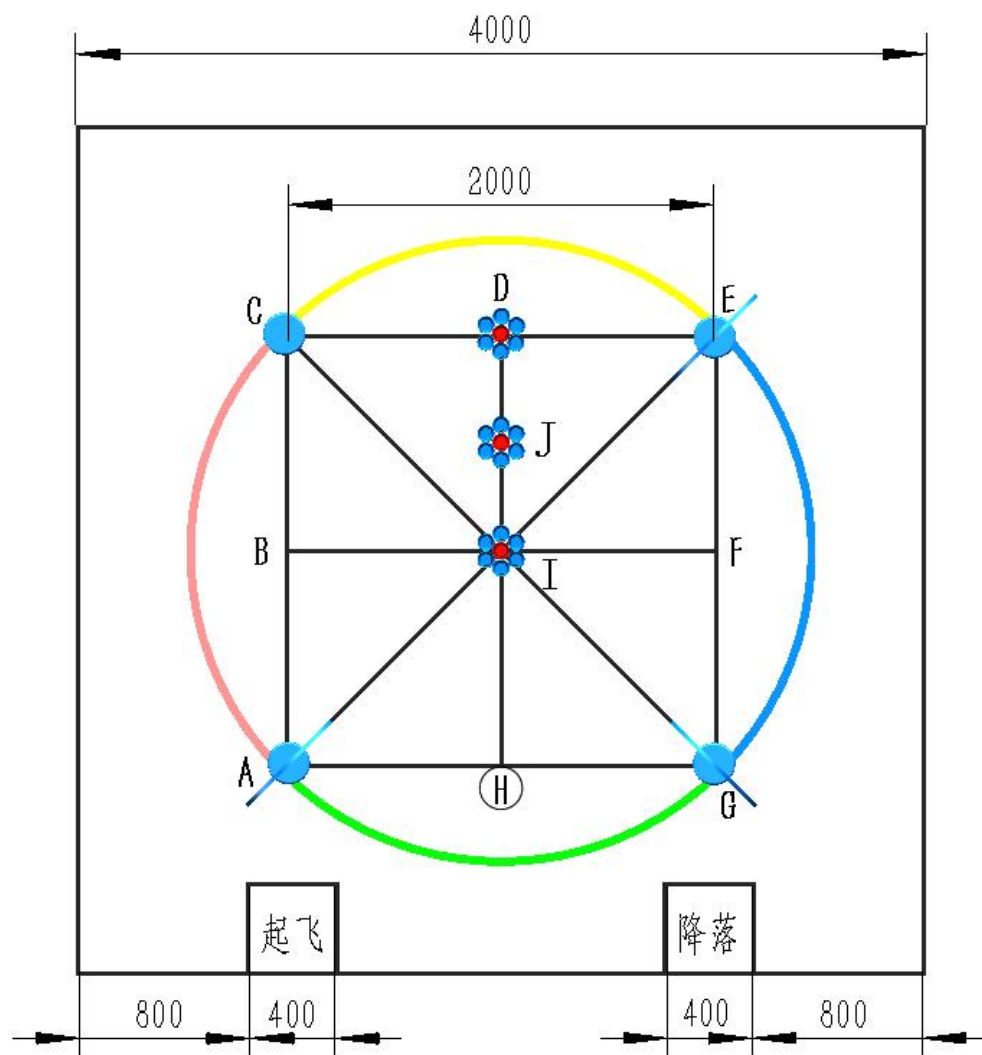
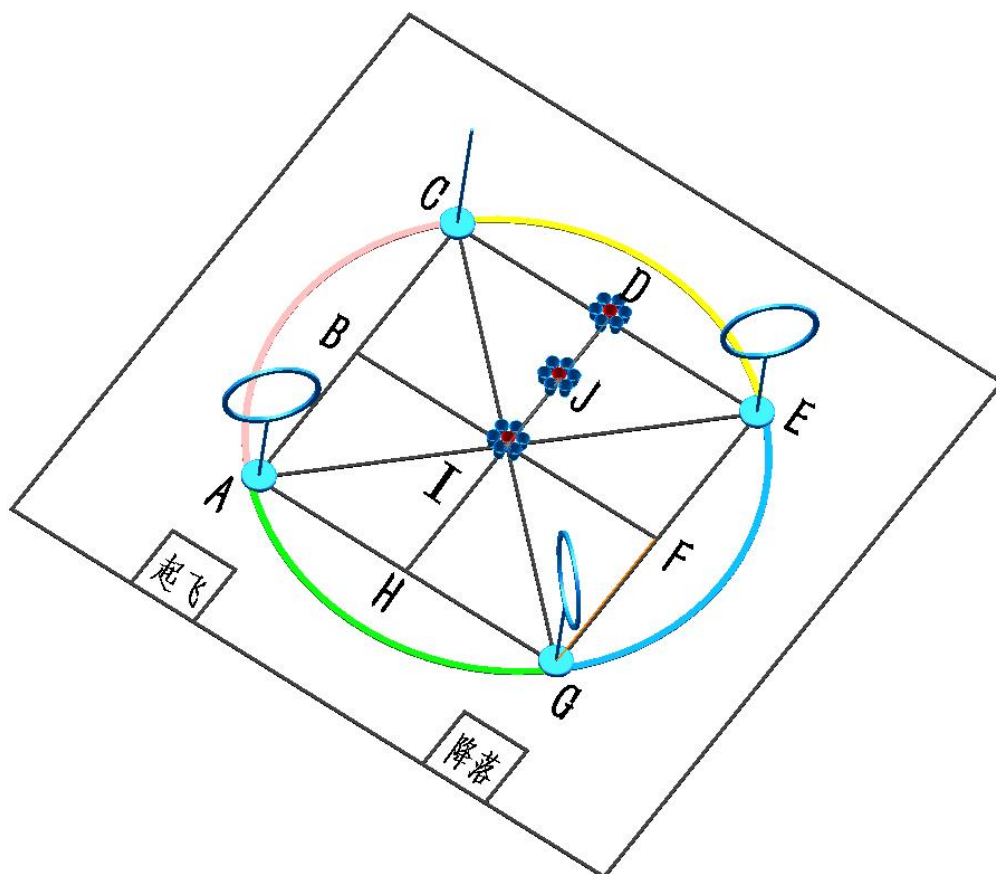

图 1 场地俯视示意图
图 2 场地侧视示意图
任务点是米字形的 8 个顶点和中心点，明显标注出 A、B、C、D、E、F、G、H 和 I 点，如图 1、图 2 所示。
1. 根据图 1 场地示意图及具体尺寸要求，在相对平坦的场地（如地面、台面）上完成任务场景的搭建，所有线条可采用宽约 1.5cm 的黑色电工胶带粘贴，其余材料及重量不限。场景搭建需要学生全程参与，允许他人提供部分帮助。